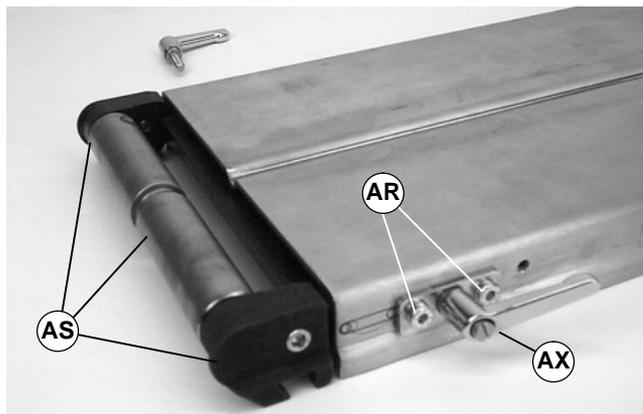

Abbildung 36
- Zwei (2) Schrauben entfernen (AR siehe Abbildung 36). Den Griff abnehmen (AX).